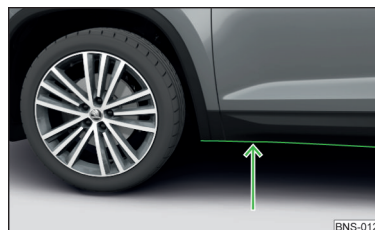

Fig. 262
- » Avant de franchir une nappe d'eau, déterminez la profondeur de l'eau. Le niveau de l'eau ne doit pas dépasser le bord inférieur du longeron inférieur » fig. 262.